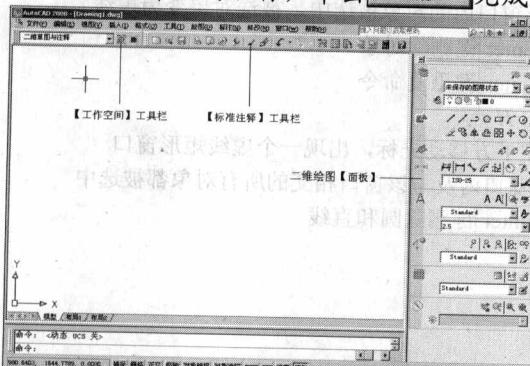
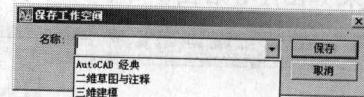

图1-9 “二维绘图与注释”工作空间
图1-10 【保存工作空间】对话框
- (1) 利用默认的样板文件“acadiso.dwt”创建新图形。
- (2) 打开【工作空间】工具栏中的下拉列表，选择“二维草图与注释”选项，进入“二维草图与注释”工作空间，如图 1-9 所示。该空间包含【工作空间】工具栏、【标准注释】工具栏及二维绘图【面板】。【面板】中包含了二维绘图常用的命令按钮，选取菜单命令【工具】/【选项板】/【面板】即可打开或关闭该面板。
- (3) 将光标放在任一工具栏上，单击鼠标右键，弹出快捷菜单，选择【绘图】及【修改】选项，打开【绘图】及【修改】工具栏。
- (4) 打开【工作空间】工具栏中的下拉列表，选择【将当前工作空间另存为】选项，弹出【保存工作空间】对话框，如图 1-10 所示。该对话框【名称】下拉列表中列出了已有的工作空间，选择其中之一或是直接在列表中输入新的工作空间名称，单击 **保存** 完成。